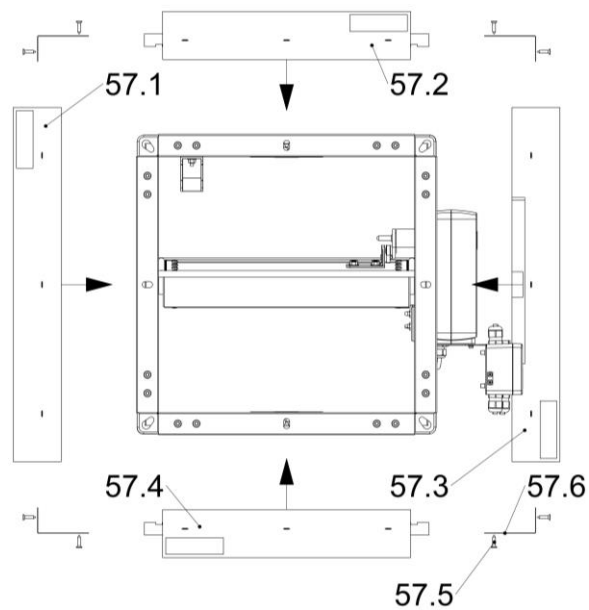

Figura 116: BKA-EN con telaio tipo ERA2 (sciolto)
Se il controtelaio tipo ERA2 viene ordinato e fornito separatamente deve essere prima montato alla BKA-EN (v. Figura 116) secondo le seguenti istruzioni.
- Appoggiare la serranda tagliafuoco sulla flangia del lato ispezioni (BS).
- Sul perimetro dell'involucro della BKA-EN (pos. 1) vengono posizionati entrambi gli elementi della larghezza e dell'altezza (pos. 57.1 - 57.4) come indicato nella Figura 116.
- Quindi gli elementi vengono avvitati con gli angolari in dotazione (pos. 57.6) e le viti a testa incassata (pos. 57.5).